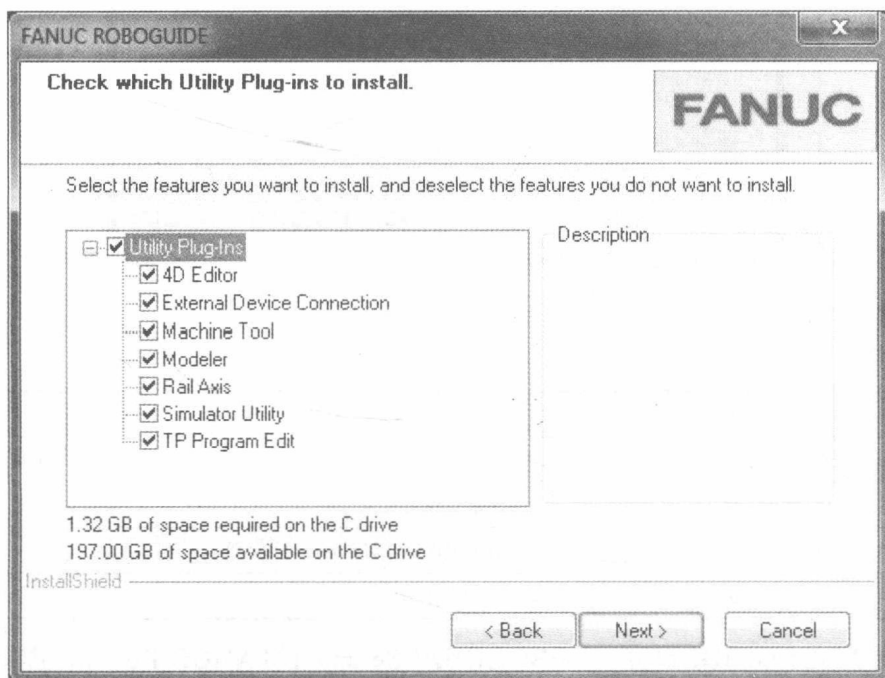

图 2-7
6) 显示FANUC ROBOGUIDE的检查要安装的实用程序插件对话框。选择要安装的功能，然后单击“Next”按钮，如图2-7所示。这里可以选择的功能因购买的选项而异，见表2-1。